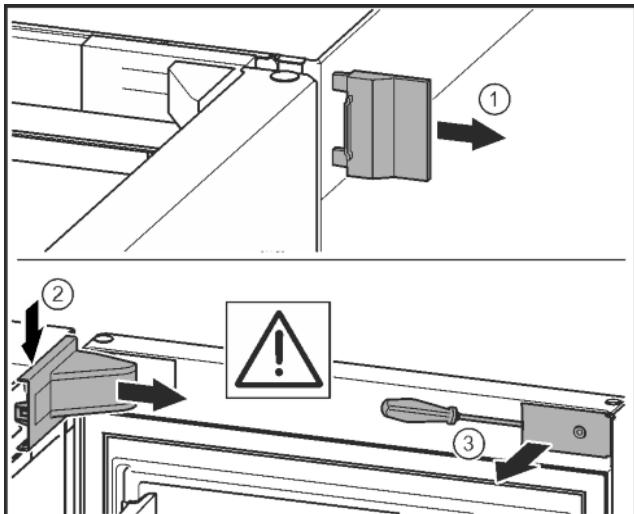

Fig. 9
- Detașați capacul exterior. Fig. 9 (1)
- Deblocați și desprindeți capacul suportului de lagăr. Scoateți capacul suportului de lagăr. Fig. 9 (2)
- Deblocați masca cu șurubelnită plată și pivotăți-o în lateral. Fig. 9 (3)